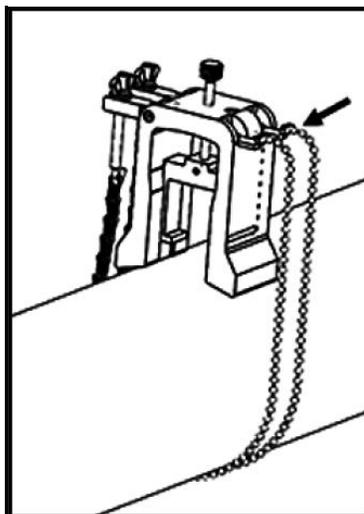

图 37: 固定后的轭架链条
- 将轭架链条围绕管子一圈，再固定到轭支架上，如下面的图 37 所示。